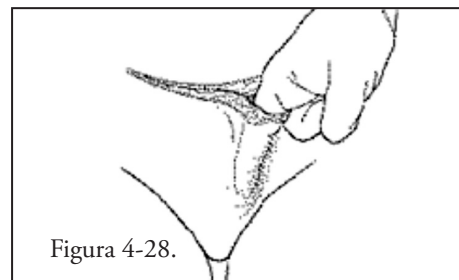

Figura 4-28.
13. Para implantar a bomba de controlo no escroto ou lábio, use uma disseção romba para criar uma bolsa subdartos dependente. A bomba de controlo deve ser colocada no mesmo lado onde foi colocado o balão de regulação da pressão. (Figura 4-28)